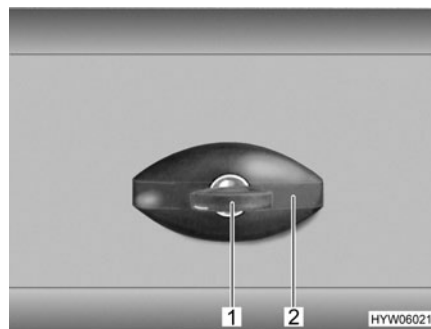

Fig. 29 Cerradura de la trampilla, de forma elíptica, cerrada
- Introducir la llave en el cilindro de cierre (Fig. 29,1) y girarla un cuarto de vuelta en sentido contrario a las agujas del reloj. El asidero de la cerradura (Fig. 29,2) se abre de golpe.